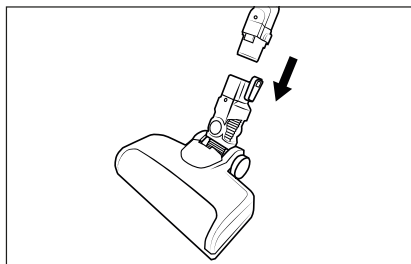

Fig. 2
- 2) Glissez le tube d'aspiration **24** dans la brosse de sol **22** jusqu'à ce qu'il s'enclenche de manière audible avec un clic (voir fig. 2).